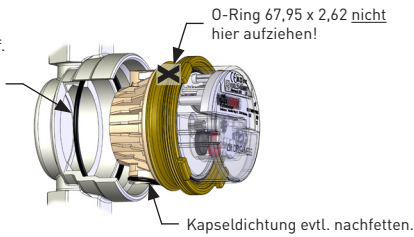

Bild 4 - O-Ring einlegen
- **ACHTUNG! Mitgelieferten O-Ring 67,95 x 2,62 (Art.-Nr. 20132) mit beiliegendem Silikonfett einfetten und in das Gehäuse einlegen (Bild 4). Kapseldichtung evtl. nachfetten! → KEINE DICHTUNGSPASTE VERWENDEN!**